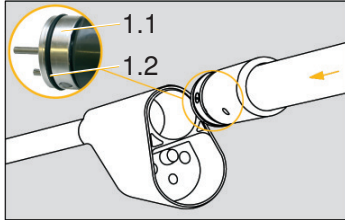

Abb. 1
- Schieben Sie die Isolierstange inkl. Batteriedeckel (1.1) vorsichtig bis Anschlag ins Kopfteil (Abb. 1). Achten Sie darauf, dass Sie den schwarzen O-Ring (1.2) des Batteriedeckels (1.1) nicht beschädigen.